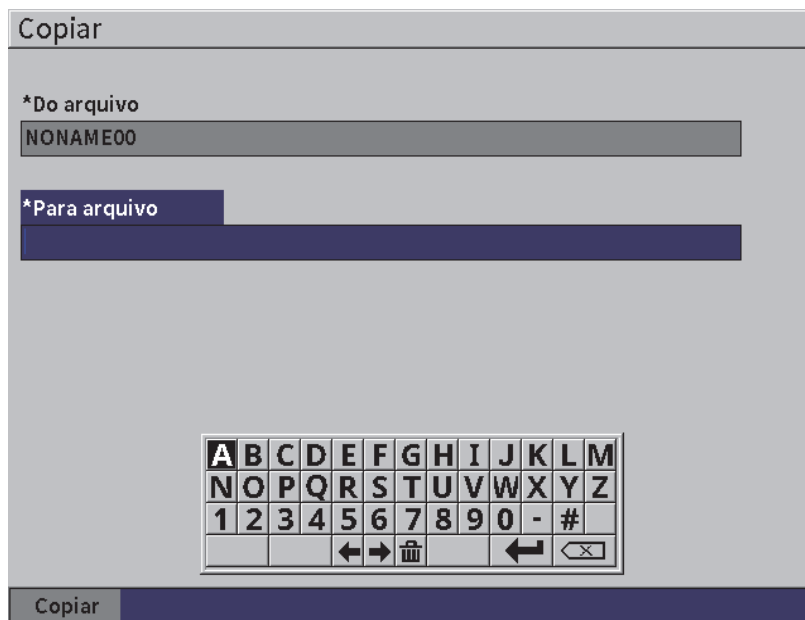

Figura 9-15 Página de configuração Copiar
2. Pressione a tecla Enter para exibir a página **Copiar** (veja Figura 9-15 na página 143).